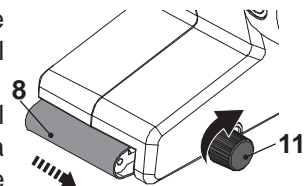

Fig. 4
3. Mientras la correa de lijado se encuentre en funcionamiento, ajuste la perilla de ajuste de recorrido (7) para alinear la correa de lijado con el centro de los rodillos (10, 12).
4. Gire la perilla de ajuste de recorrido (7) en el sentido de las agujas del reloj para ajustar la correa de lijado (8) hacia la izquierda (visto desde la perspectiva del operador) (Fig. 4).